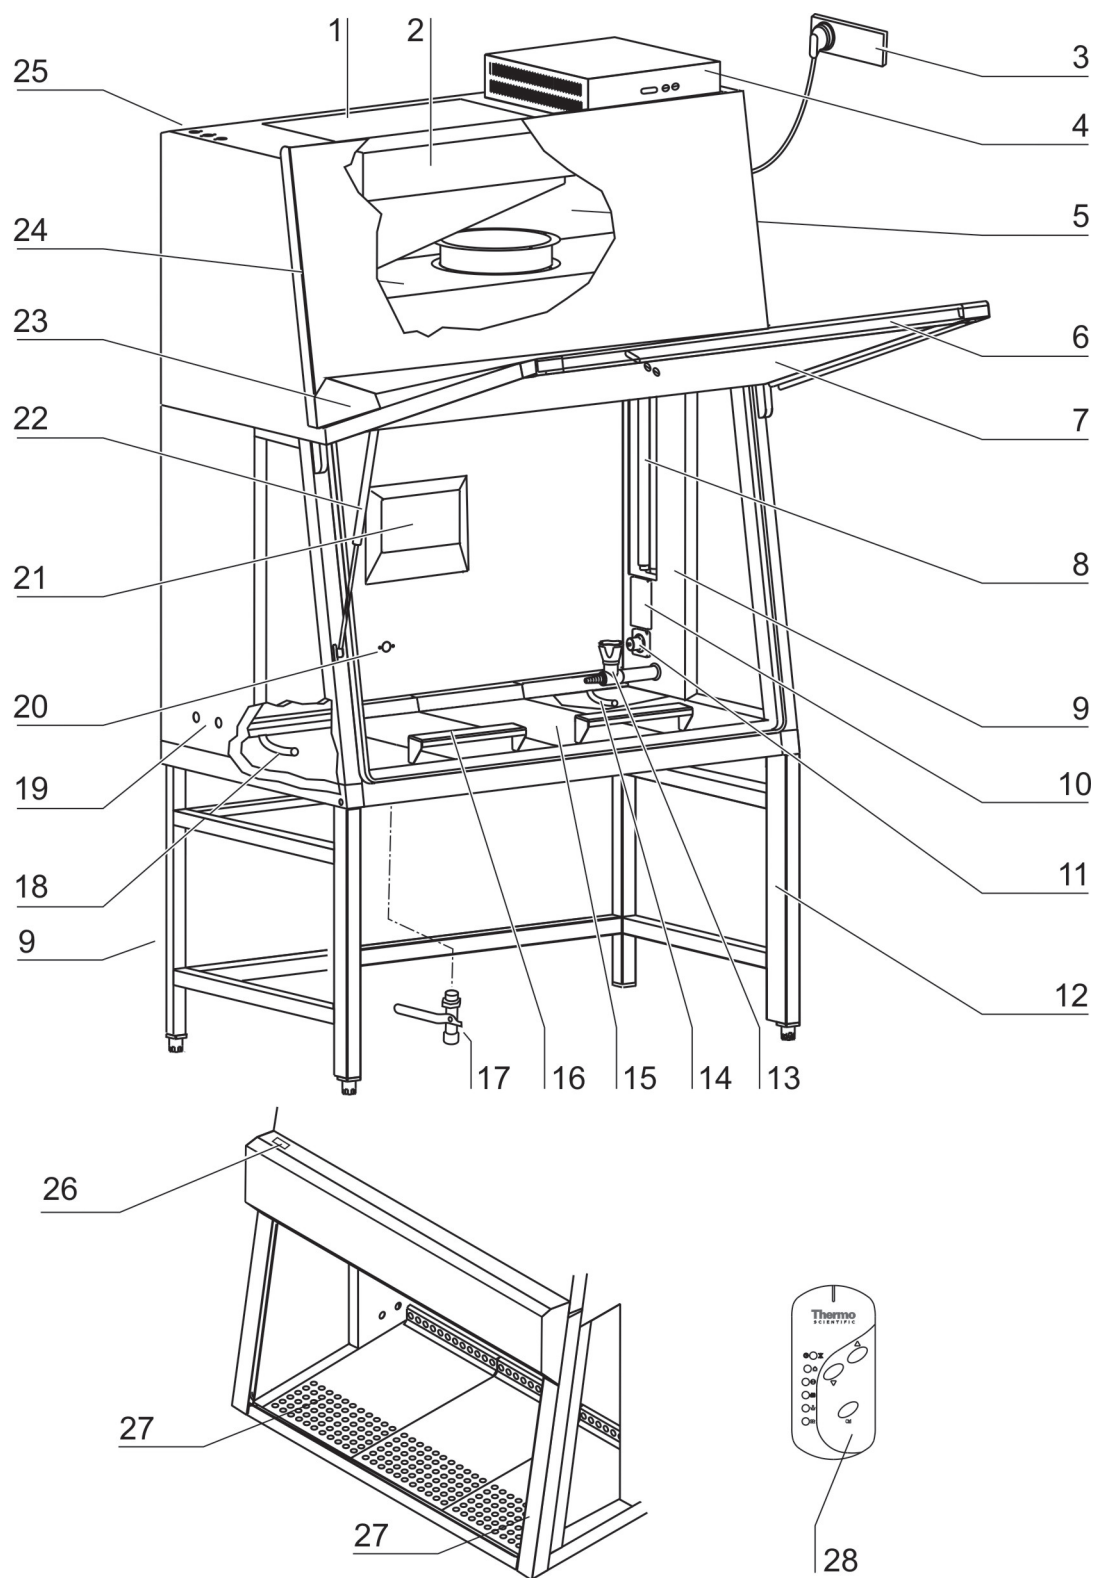

Fig. 3a
- **Fig. 3a:** Grupo de pleno [5] con pleno para el soplador de aire de recirculación [24] y pleno para el soplador de aire de salida [2]. Inmediatamente al soplador correspondiente están montados el filtro de circulación de aire y el filtro de aire de salida. El aire de salida se desprende a través de la abertura [1] al entorno del aparato.